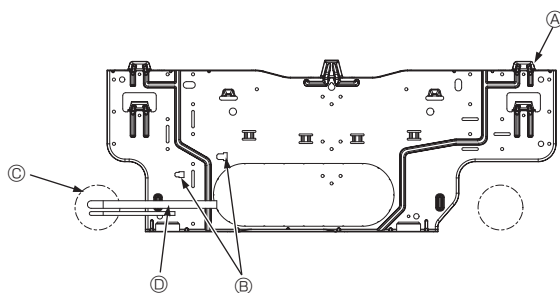

Fig. 3-5
- Ⓕ Монтажна плата ①
3.3. Вбудовування труб у стіну (Fig. 3-5)
- Ⓐ Монтажна плата ①